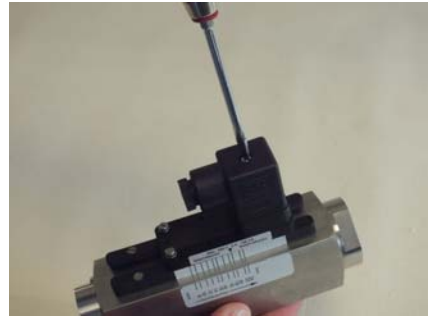

Abb. 50: Steckerdose lösen
- 1.** ➤ Mit einem Schlitzschraubendreher die Befestigungsschraube (Abb. 50) der Steckerdose lösen